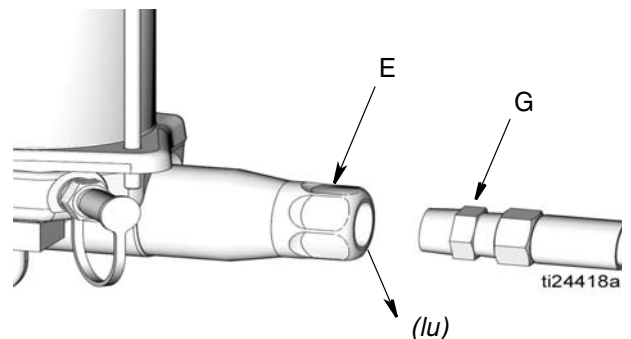

FIG. 7
3. Débrancher la conduite d'alimentation en lubrifiant (G) de la sortie de la pompe (E) (FIG. 7).
5. Actionner la pompe sur quelques courses jusqu'à ce que de la graisse (*gr*) exempte d'air soit expulsée par la sortie de la pompe (E) (FIG. 7).